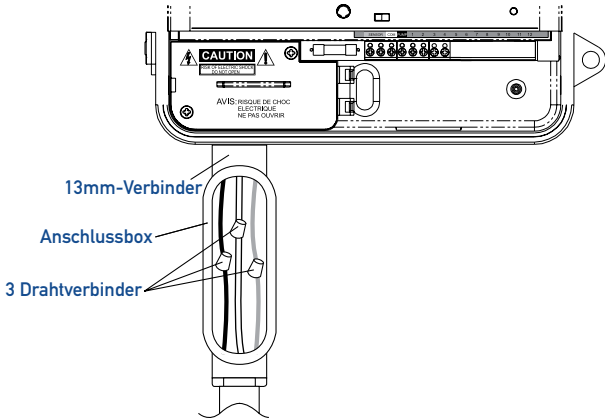

Abbildung 15: Verwendung einer Anschlussbox
- Anschlussbox und 13mm-Verbinder an die Zeitschaltuhr anschließen (Anschlussbox und Verbinder nicht inbegriffen). [Siehe Abb. 15]